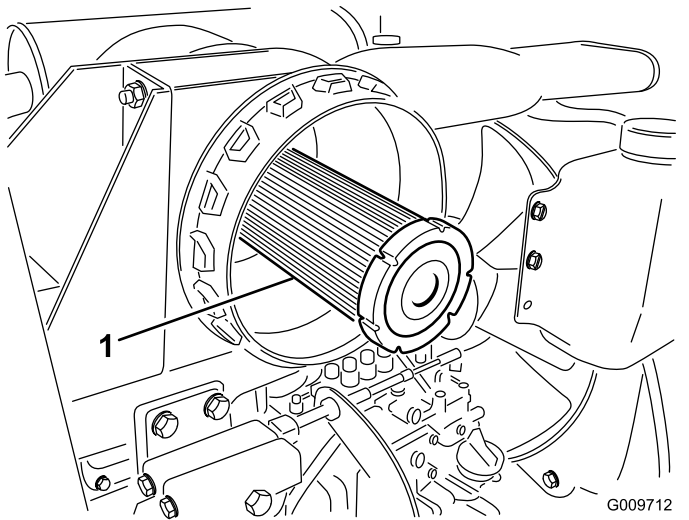

Figura 31
**Importante:** No intente nunca limpiar el filtro de seguridad (Figura 31). Sustituya el filtro de seguridad por uno nuevo después de cada tres lavados del filtro primario.